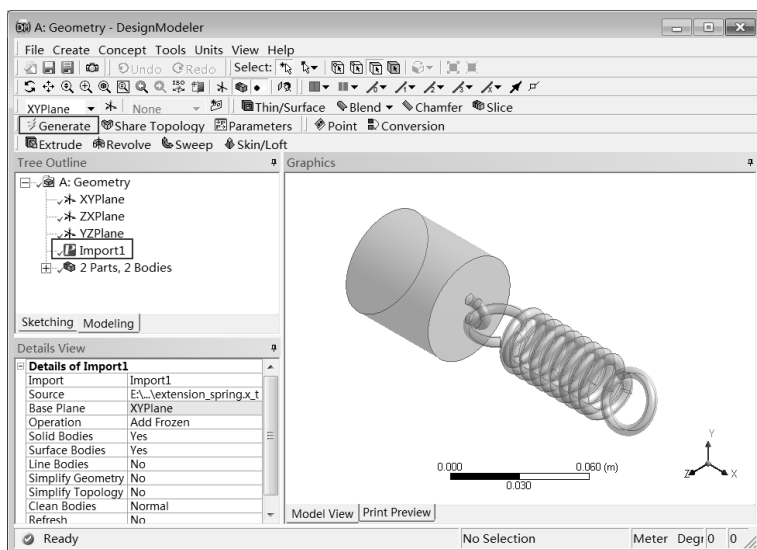

图 10-48 生成几何
Step3 :双击项目 A 中的 A2 (Geometry) 选项,此时会加载 DesignModeler,设置单位为 mm,关闭“单位设置”对话框,如图 10-48 所示,单击工具栏中的 Generate 按钮,生成弹簧几何实体。